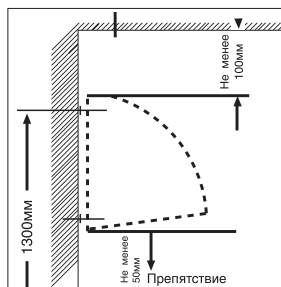

Рисунок 2
- Выполните в стене 4 отверстия диаметром 8 мм, вставьте в отверстия дюбели, входящие в комплект поставки (рис. 2).